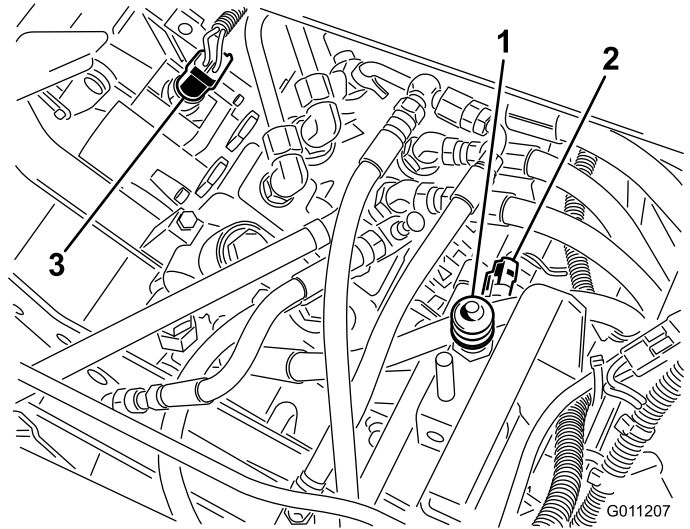

Bild 46
2. Entfernen Sie den Überzug vom Tastenende des Sitzschalters (Bild 46) und bewahren diesen für das Anbringen am neuen Schalter sicher auf. Ziehen Sie die Schalteranschlüsse.
2. Ziehen Sie die Schalteranschlüsse vom Fahrtriebsschalter, der sich in der Ventilverteilerhaube im Wahlventilbereich befindet (Bild 46).
2. Ziehen Sie die Schalteranschlüsse vom Mäh-/Hubschalter, der sich in der Ventilverteilerhaube befindet (Bild 46).